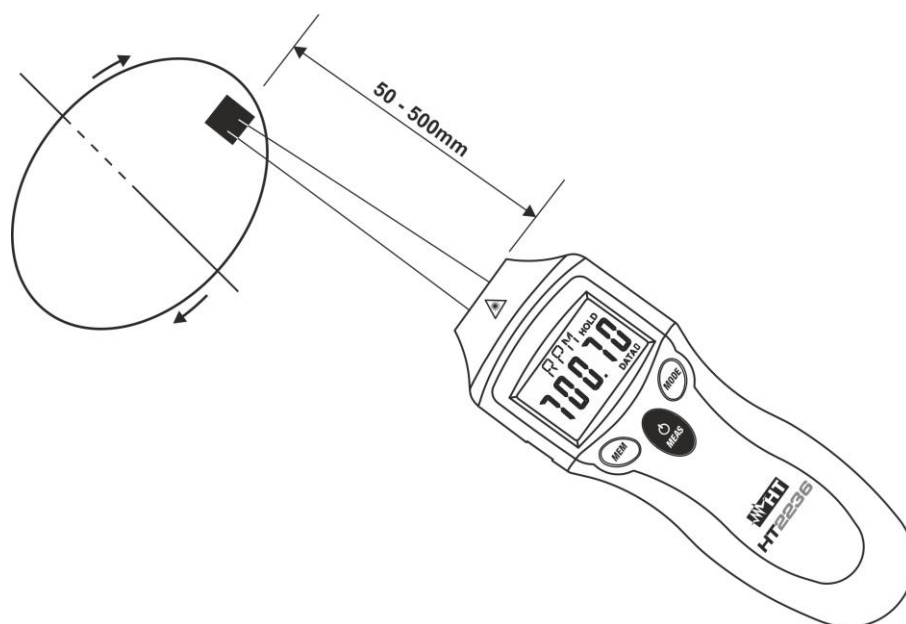

Fig. 2: Medição da velocidade sem contato (RPM)
8. Manter premido o botão **ON/MEAS** enquanto aponta o raio laser do instrumento para a fita refletora no objeto de teste (ver Fig. 2) e efetuar a medição mantendo uma distância do objeto entre 50mm e 500mm